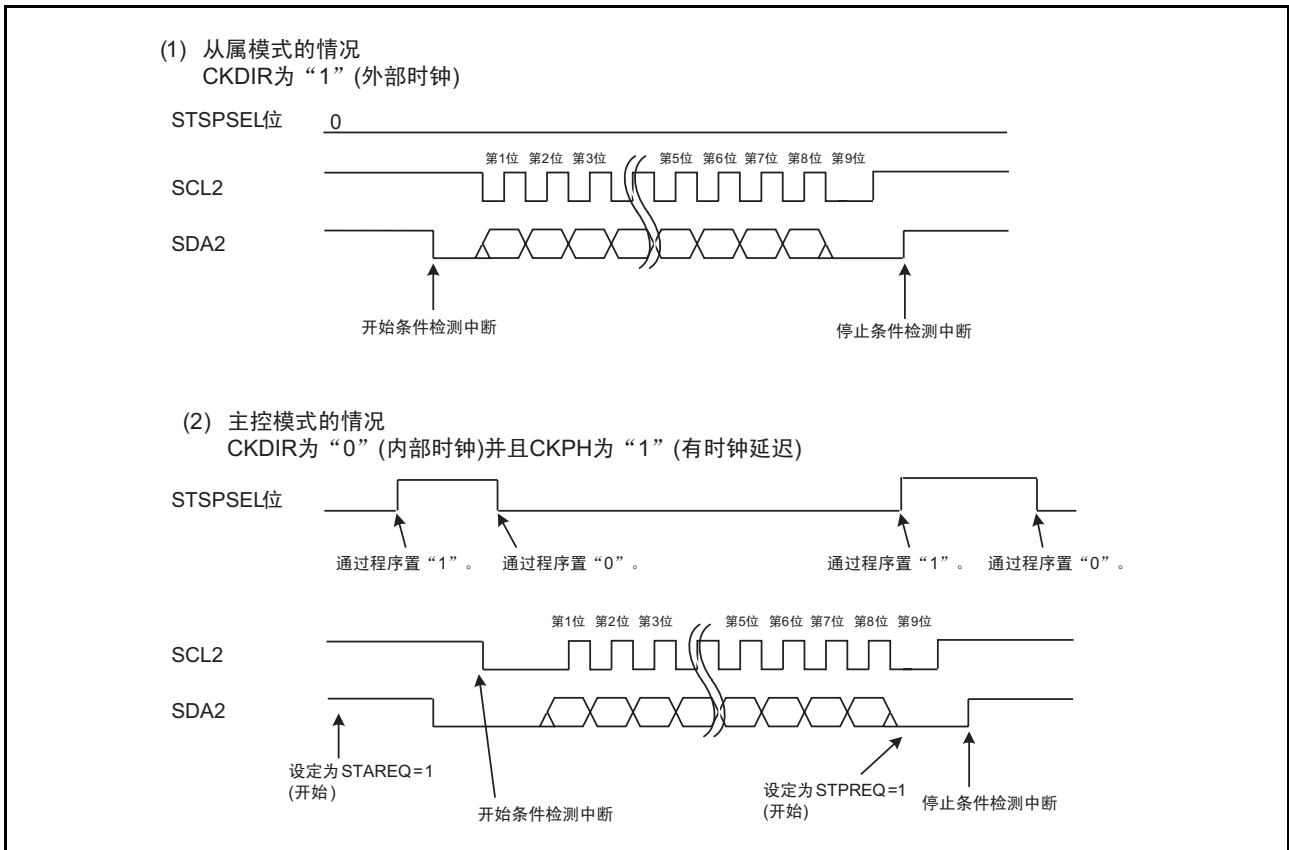

图 22.16 STSPSEL 位的功能
- 注 5. 参照“图 22.16 STSPSEL 位的功能”。
STSPSEL 位的功能如表 22.13 和图 22.16 所示。